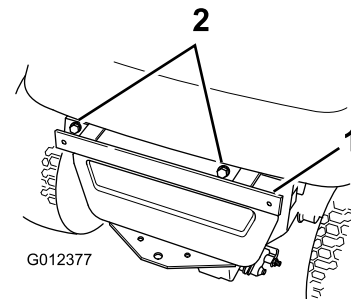

Figura 3
2. Montate la staffa di fissaggio superiore sul retro del trattorino servendovi di 2 bulloni (5/16 x 1 poll.) e 2 dadi di bloccaggio (5/16 poll.) (Figura 3).